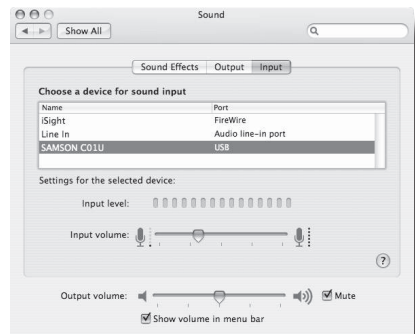

Figura 3
4. Ahora, haga clic en la pestaña de entrada y elija el C01U (figura 3).